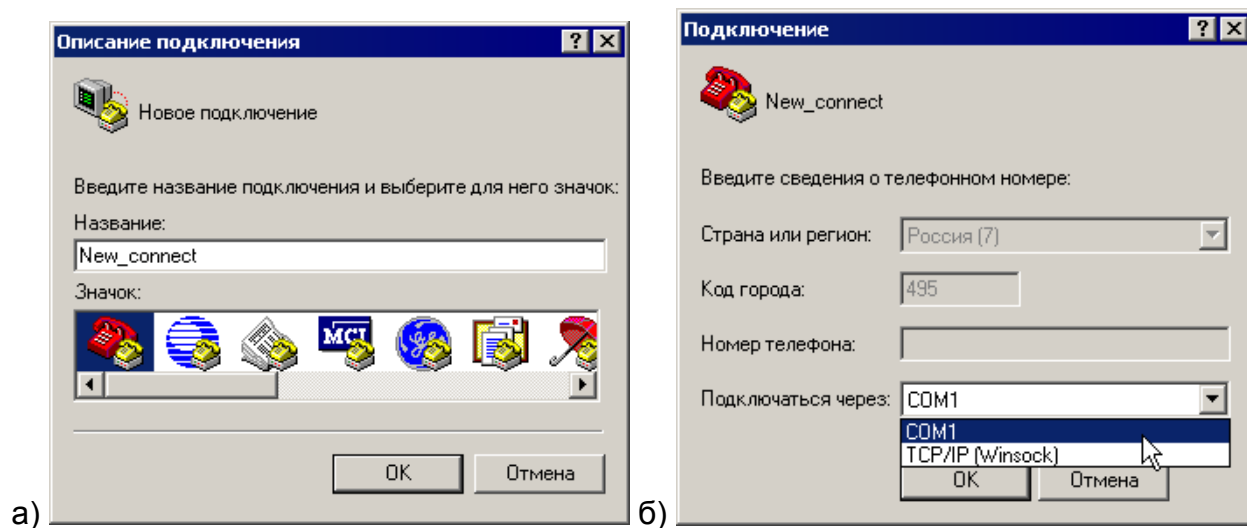

Рисунок 10.1 – Окна «Описание подключения» (а) и «Подключение» (б)
- 3) В открывшемся окне «Описание подключения» (см. рисунок 10.1, а) – в поле «Название» задать имя нового подключения и нажать кнопку «ОК»
- 4) В открывшемся окне «Подключение» (см. рисунок 10.1, б) – в поле «Подключаться через» выбором из раскрывающегося списка задать COM-порт, к которому подключен ПЛК, и нажать кнопку «ОК».